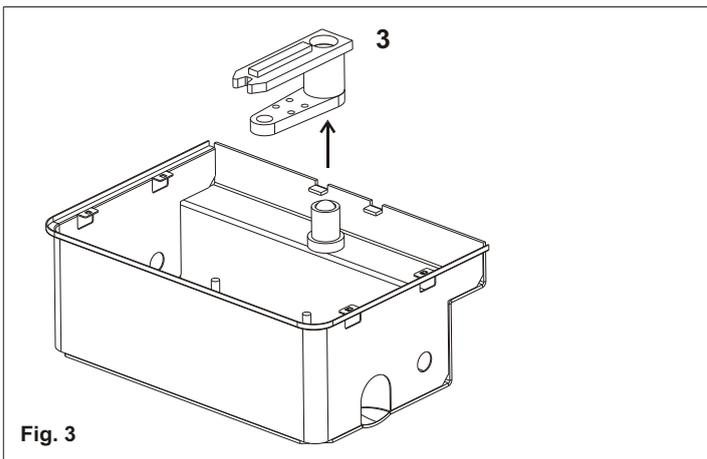

Fig. 3
Remplacer la pièce 3 de la Fig. 3 avec la pièce 4 de la Fig. 4.
N.B: Pendant l'insertion des ensembles lubrifier les mêmes avec de la graisse en dotation (Fig.3, Fig.4). Dans la mise en fonction de l'installation il est impératif de lubrifier la caisse comme en Fig. 5 jusqu'à l'écoulement de la graisse. (Utiliser du gras DIN 51502 KP 2 N-20 - K 2 K-20).